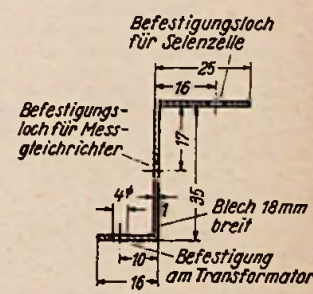
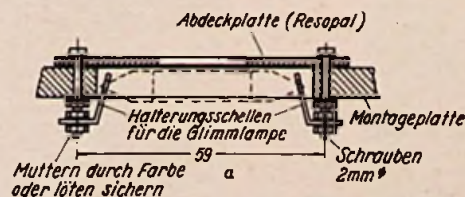
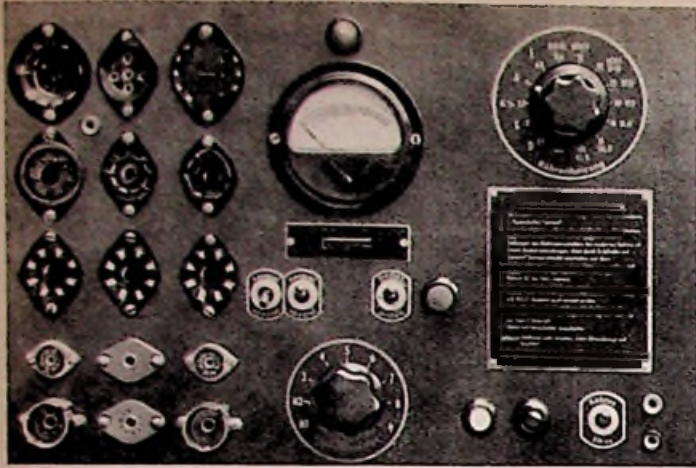

Bild 6. Haltewinkel für Gleichrichter
Bild 7. a = Befestigung der Prüf-Glimmröhre, b = Abdeckplatte für die Glimmröhre (Resopal)
Bild 4. Fertig montierte Frontplatte
Alle Einzelteile werden auf eine Hartpapierplatte von 4 mm Stärke montiert, deren Maße und Bohrungen aus Bild 3 zu entnehmen sind. Auch aus den Fotos Bild 4 und 5 geht die Anordnung der Teile hervor, insbesondere ist daraus die Halterung des Meßgleichrichters und der Selenzelle zu ersehen. Beide werden auf einem doppelt abgewinkelten Blechstreifen nach Bild 6 befestigt, der links oben am Netztransformator sitzt. Die rechte obere Schraube am Netztransformator trägt den Sicherungshalter und die kleine Lötösenleiste für die Widerstände R 1 und R 2. Die Wicklungsenden des Netztransformators sind so anzuordnen, daß die Netzwicklung links — unterhalb des Halbleches für die Gleichrichter — und die Meßwicklung 0-25-125 V rechts am Transformator herausgeführt werden, an dem dafür Lötösenleisten anzubringen sind. Die Anschlüsse bzw. Anzapfungen der Heizwicklung sind auf der Rückseite des Transformators, also zum Heizregler hin, herauszuführen. Für die Halterung der Glühmöhre UR 110 werden kleine Halteschellen (10 mm breit) aus federhartem, dünnem Messingblech gebogen und zusammen mit der Abdeckplatte für die Glühlampe am rechteckigen Ausschnitt der Montageplatte verschraubt (Bild 7).
1. Zu Beginn der Prüfung linken Kippschalter (S 5) auf der Frontplatte Bild 4 auf „normal“, rechten Kippschalter (S 4) auf „prüfen“, Heizspannung der Prüfröhre einstellen.
Die Fotos Bild 4 und 5 siehe nächste Seite
Prüfung für alle indirekt geheizten Endröhren und nur bei rechts leuchtender Glühlampe. Weiße Taste (Bild 4 rechts unten) drücken, Instrumentenzeiger darf sich nur unmerklich bewegen. Bei Ausschlag über den ersten Teilstrich liegt Vakuumfehler vor. Prüfung auf thermische Gitteremission: schwarze Taste etwa 1/2 bis 1 Min. drücken, sofort danach weiße Taste bedienen; geht der Instrumentenzeiger dann sprunghaft über den ersten Teilstrich hinaus, dann liegt thermische Gitteremission vor.